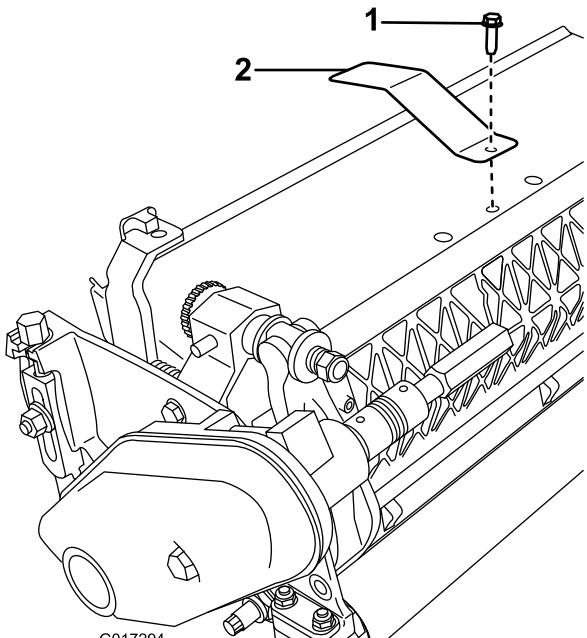

図 3
- 中央のグラスシールドボルトを外す（図 3）。
- 取り外したボルトを使って、ターゲットプレートをカッティングユニット上部に取り付ける（図 3）。